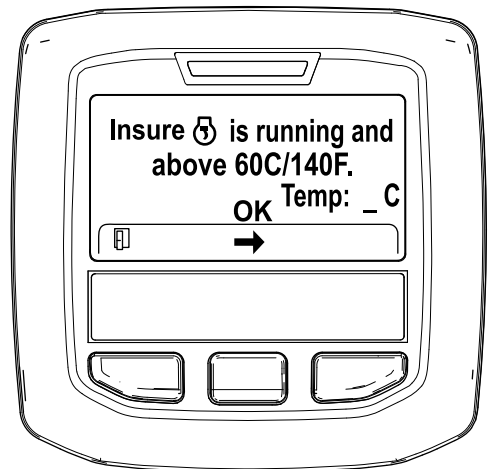

Figura 44
5. Si la temperatura del refrigerante se encuentra por debajo de 60 °C (140 °F) aparece el mensaje "Insure  is running and above 60C/140F" (Asegúrese de que está funcionando y por encima de 60 °C/140 °F). (Figura 44).